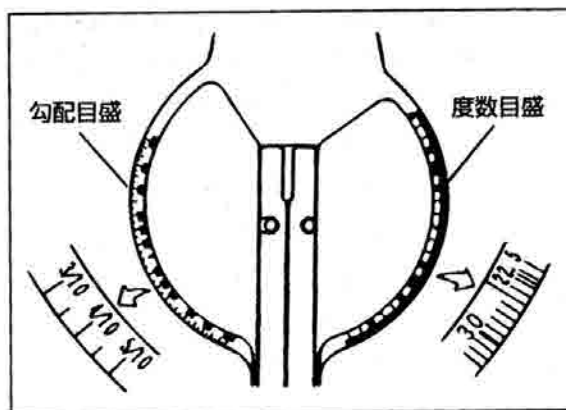

図27
- (2) 回転テーブルの角度スケールには、度数目盛と勾配目盛が表示してあります。(図27)